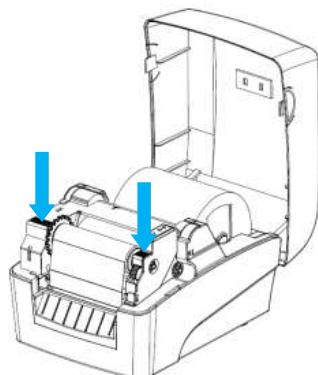

图 2.3.3
5) 压下碳带支撑架, 至锁紧状态, 再合上打印机上盖(见图 2.3.3)。